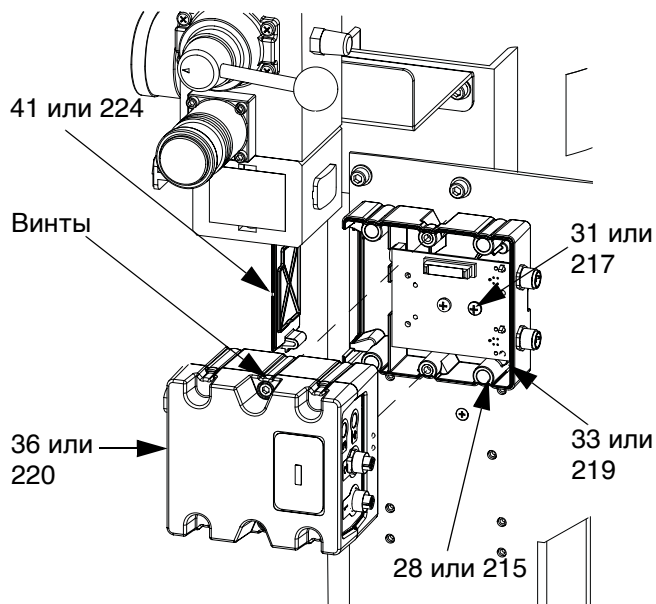

Рис. 57: удаление модуля FCM
4. Выверните винты (28 или 215) и винт заземления (31 или 217) из основания (33 или 219). См. Рис. 57.